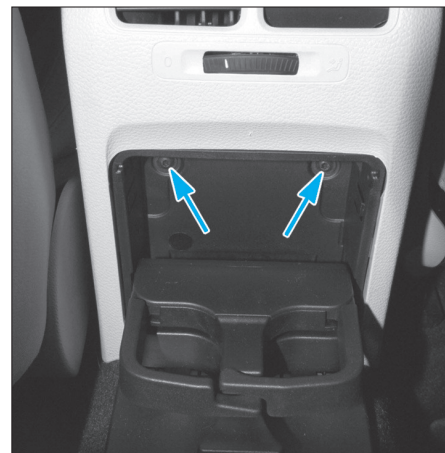

Fig. 16
- le porte-gobelets arrière maintenu par deux vis (Fig.16),